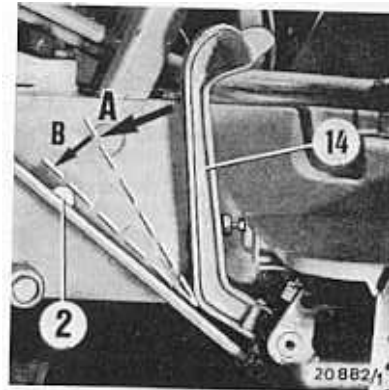

Fig. 11
permet en enfonçant la pédale ⑭ jusqu'à rencontre d'un point dur de passer le levier de sélection des gammes, celui des vitesses au moment du démarrage ou pendant la marche. On ressent le point dur à environ mi-course de la pédale vers le point A sur fig. 11, la boîte est alors débrayée, on peut passer un rapport.
L'enclenchement de la boîte de PdF ne sera effectué qu'après avoir complètement débrayé l'embrayage PdF, la pédale ⑭ étant alors à enfoncer jusqu'en —B— (butée ② fig. 11), la manette de commande PdF pouvant être actionnée peu après.